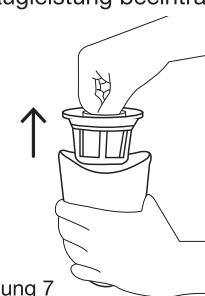

Abbildung 7
2. Entnehmen Sie die Filtergruppe aus Feinfilter F5/Vorfilter aus dem Staubbehälter (Abb. 7).